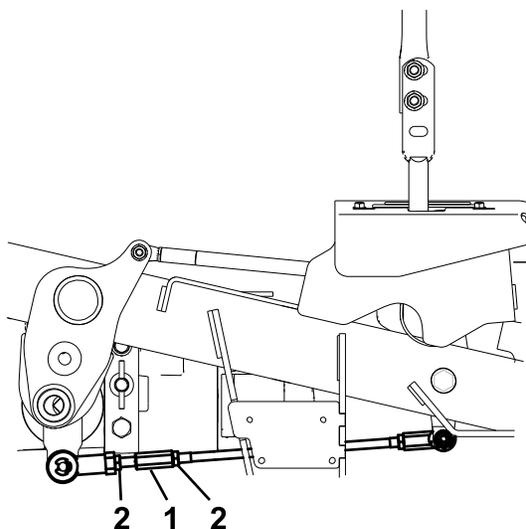

Figura 59
10. Regolate la lunghezza dell'asta di controllo della pompa facendo girare nella direzione opportuna i due dadi sull'asta, finché le ruote si spostano leggermente indietro (Figura 59).